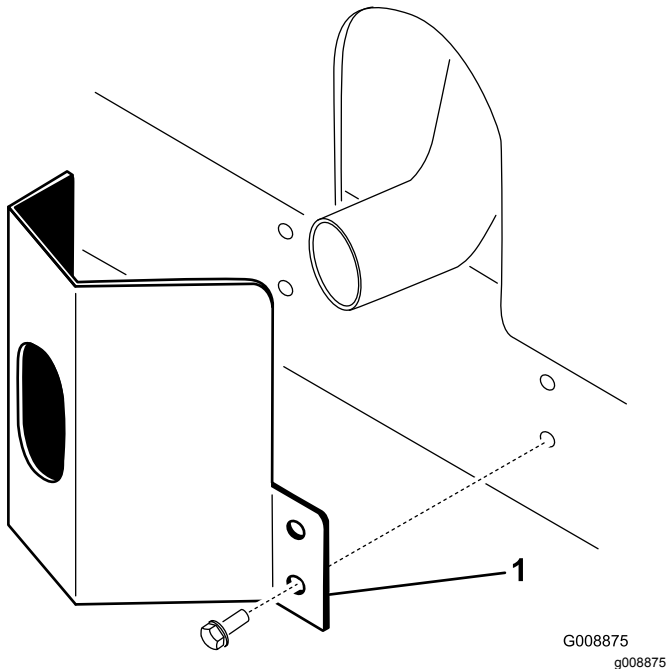

Figure 12
1. Placez la protection de l'échappement autour du silencieux et alignez les trous de montage avec ceux du cadre (Figure 12).
2. Fixez la protection de l'échappement au cadre à l'aide de 4 vis autotaraudeuses (Figure 12).